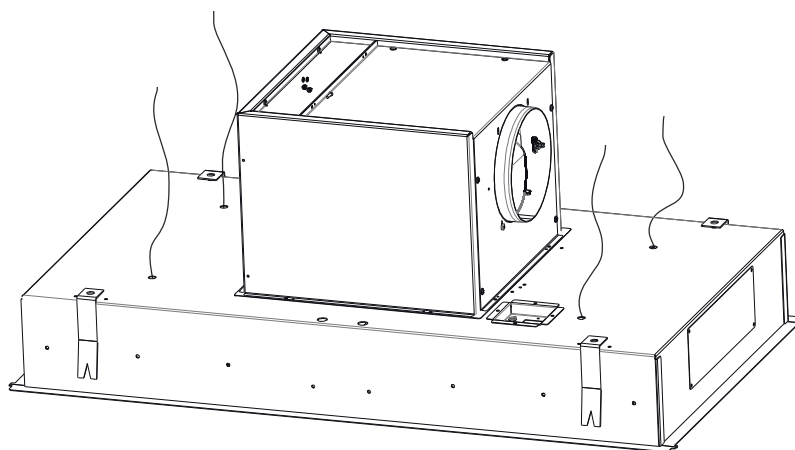

Fig. 10
4. ➔ Skub nu stålwirerne igennem fra toppen og ned i emhætten igennem sikkerhedslåsen (Fig. 10).